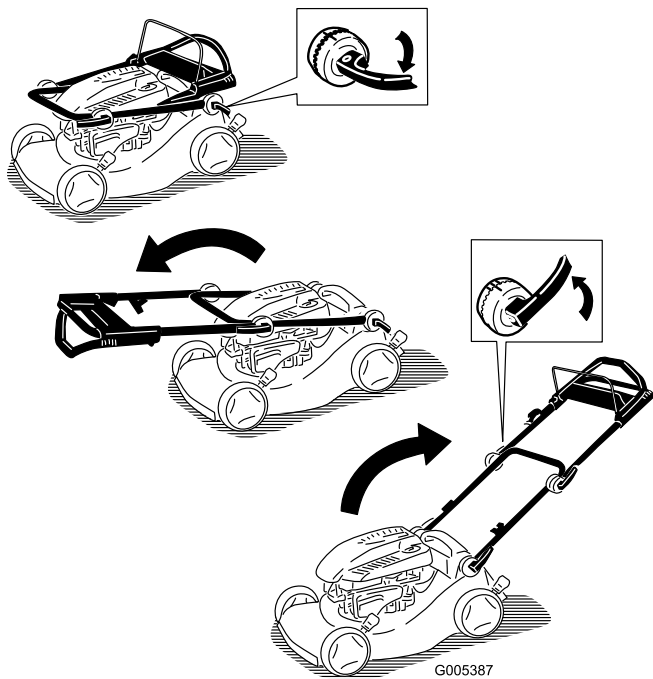

Figura 3
1. Sbloccate i dispositivi di fermo della stegola, regolate le sezioni della stegola sulla posizione di servizio e bloccate nuovamente i dispositivi di fermo della stegola (Figura 3).